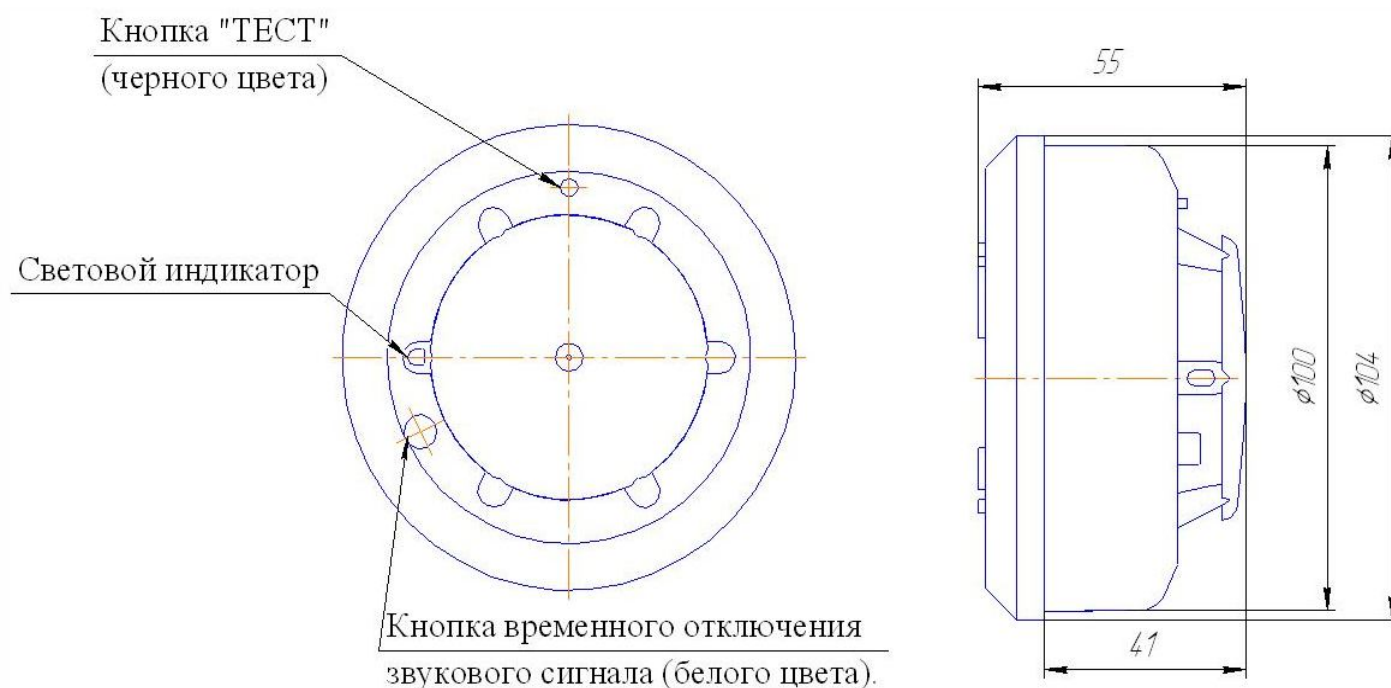

Рис. 1. Общий вид сигнализатора
6.6 Общий вид сигнализатора приведен на рис. 1.